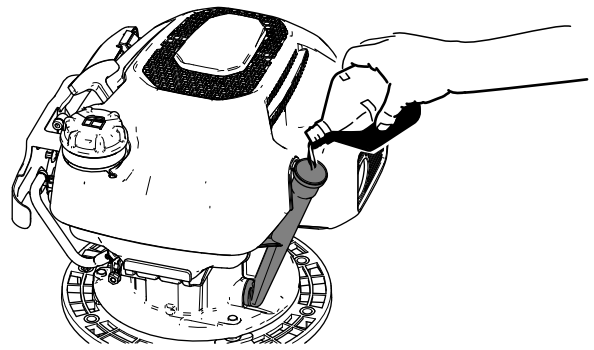

Figura 15
3. Turnați încet uleiul de motor specificat în gâtul de umplere cu ulei (Figura 15) și așteptați 3 minute.